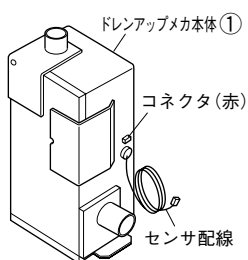

図12
- 2) ドレンアップメカ本体①のコネクタ(赤)にハイセンクミタテ⑪のコネクタ(赤)を差し込んでください。—図12